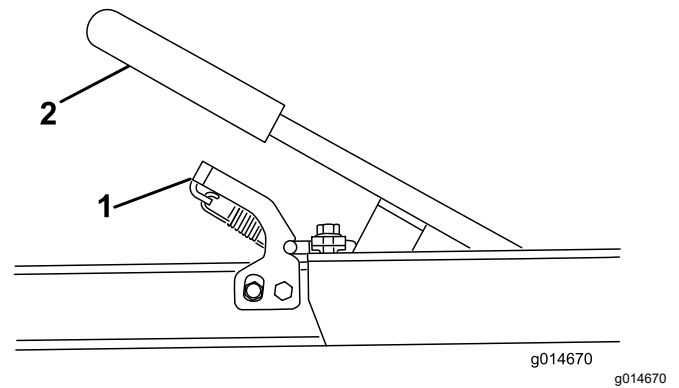

Bild 11
1. Drücken Sie die Riegel und den Hubgriff nach unten, während Sie die Kontrolle über die Anhängerpritsche beibehalten und den Griff anfassen (**Bild 11**). Senken Sie die Ladepritsche des Anhängers auf den Boden ab.
7. Drücken Sie auf den Griff, bis der Anhänger im Riegel einrastet (**Bild 11**).